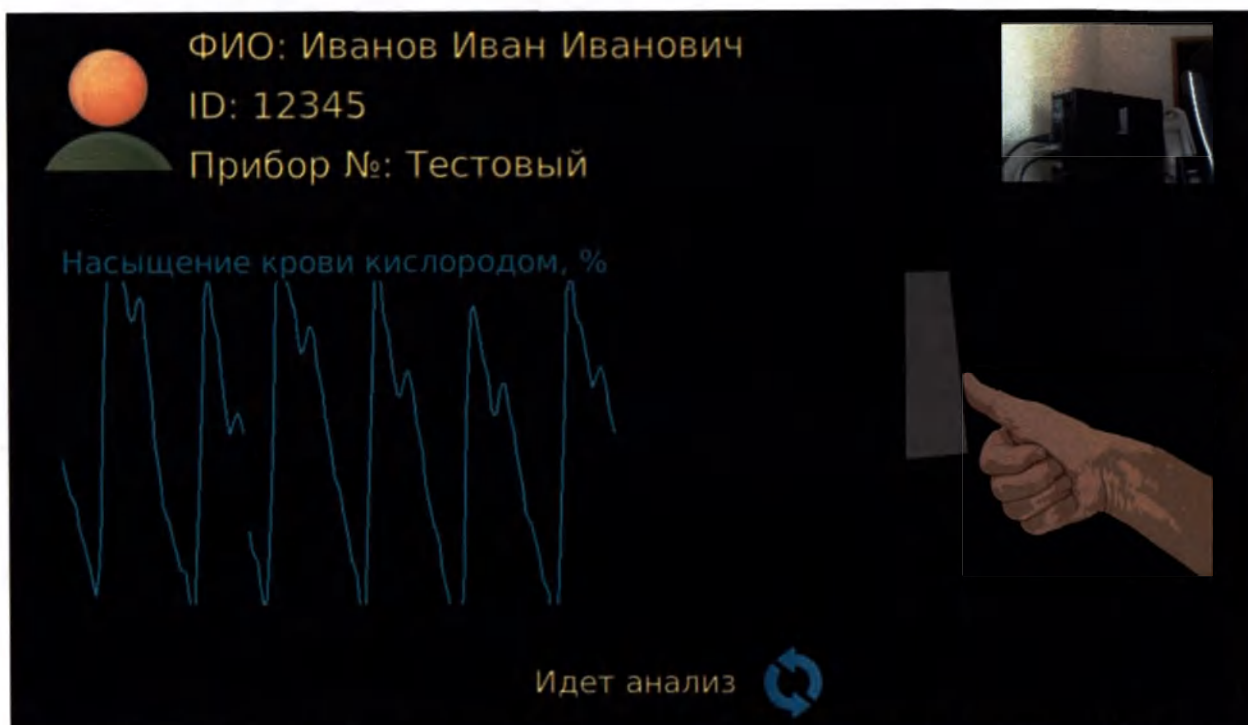

Рисунок 31 – Анализ SpO₂
3. Дождитесь отображения на экране (рисунок 31) графика изменения кровенаполнения сосудов в пальце и сообщения «Идет анализ». Если это сообщение не появляется более 10 секунд, следует приложить другой палец к датчику и проверить возможные причины: